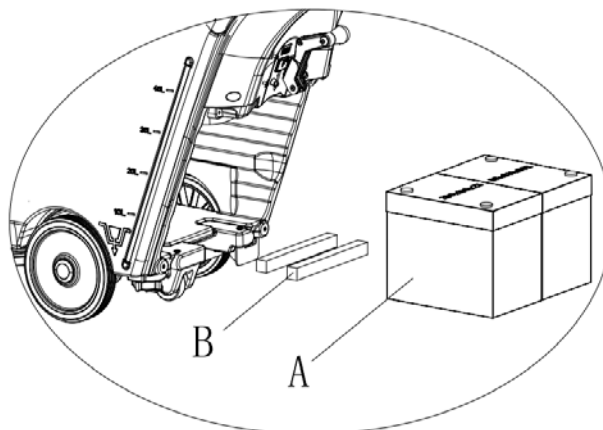

Abbildung 6
- Ziehen Sie den Batteriestecker (9).
- Öffnen Sie den Schmutzwassertankdeckel (24), um zu überprüfen, ob der Tank leer ist. Falls nicht, leeren Sie ihn durch den Ablaufschlauch (15).
- Schrauben Sie den Raket-Regler (16) ab und entfernen Sie den Stecker des Abwasser-Saugschlauchs (11), um die Rakel abzunehmen.
- Lösen Sie die Schrauben der Batteriefachabdeckung (10) und nehmen Sie diese ab.
- Entfernen Sie den Stecker, der Rakethebel (12) und Rakethalter (19) verbindet und positionieren Sie den Rakethebel so, dass die Batterie bequem eingesetzt werden können.
- Positionieren Sie Abwasser-Saugschlauch und Ablaufschlauch so, dass die Batterieinstallation nicht behindert wird. (A, Abbildung 6)
Ist die Batterie kleiner als angegeben, muss ein geeigneter Leitblock (B, Abbildung 6) gewählt werden, damit sich die angeschlossene Batterie nicht bewegen kann.